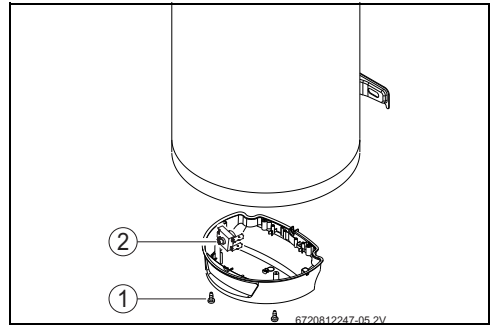

Fig. 14 Botón contra perturbaciones
- ▶ Desatornillar los tornillos y extraiga la tapa del acumulador de agua caliente (Fig. 14, [1]).
- ▶ Pulsar completamente el botón contra perturbaciones (Fig. 14, [2]).